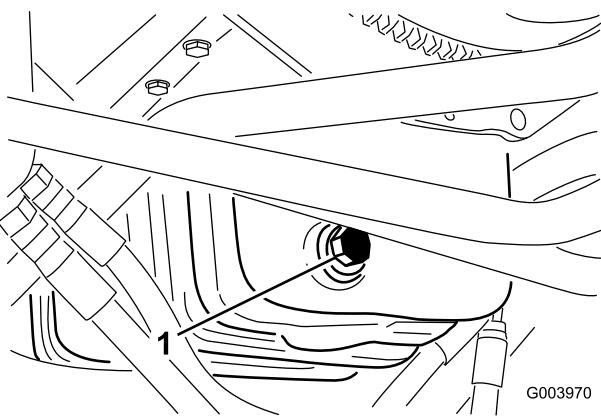

Figura 57
- Retire o tampão de escoamento (Figura 57) e deixe o óleo escorrer para um recipiente adequado.